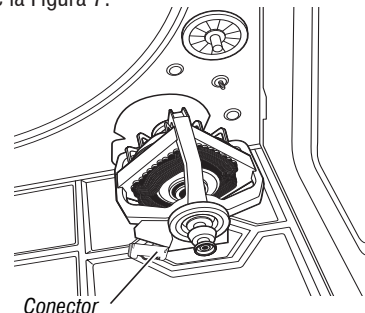

Figura 7: Quite el conector
9. Compruebe el cableado y la continuidad de la terminal L2 del bloque de terminal y la terminal 2M en el conector blanco del motor, ver la Figura 7 en la pág. 107. Además, ubique estos puntos de medida consultando el diagrama de cableado (eléctrico) correspondiente en la pág. 115.
8. Retire el conector blanco del interruptor del motor de accionamiento. Consulte la Figura 7.